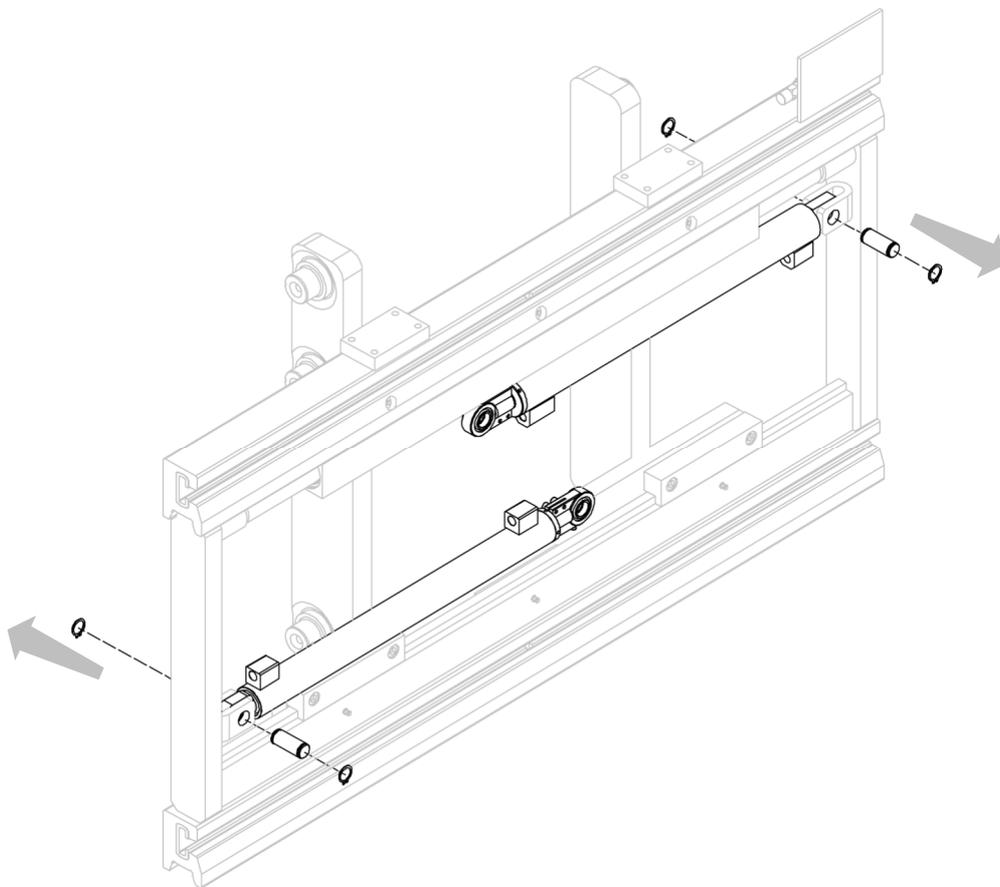

Figure 29
3. Retirer, un par un, les cylindres après avoir enlevé les goupilles et les anneaux élastiques qui les lient à la structure de l'équipement (voir *Figure 29*).